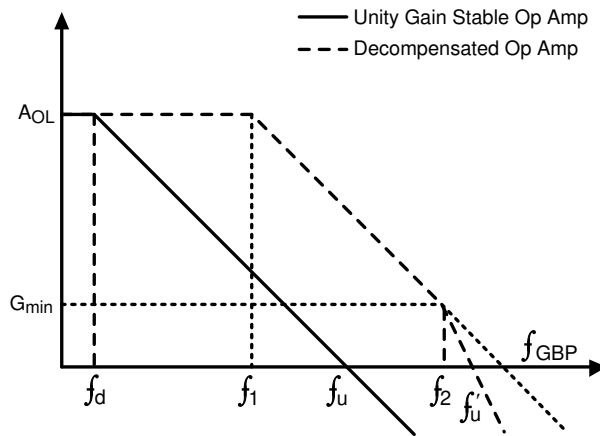

图 6-3. 单位增益稳定运算放大器和解补偿运算放大器的增益同频率特性间的关系
如图 6-3 所示，在解补偿运算放大器的情况下，单位增益稳定放大器的主极点 f_d 移至频率 f_1 。实心 A_{OL} 图是传统单位增益稳定运算放大器的开环增益图。TLV904xD 等解补偿放大器的内部补偿变化可以在相同功率下增加带宽。除了上述参数中的优势外，由于可用的环路增益比单位增益更高，因此还可以提高压摆率并获得更好的失真值。要考虑的最重要因素是确保运算放大器的噪声增益 (NG) 大于 G_{min} 。如果 NG 值低于 G_{min} ，则会导致不稳定，如图 6-3 中所示，因为 $1/\beta$ 曲线与 A_{OL} 曲线以 40dB/十倍频程相交。这种分析稳定性的方法被称做闭合速率方法。观看 TI 高精度实验室，以便更好地了解器件稳定性和不同的确保稳定性技术。